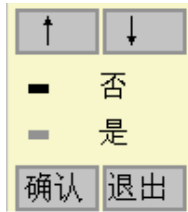

图 4.11 通道选择
12. 通道: 超声仪一般包含两个通道, 通道 1、通道 2, 用户可以在此选择是用通道 1、通道 2 进行测试, 按下**确认**键弹出如图 4.11 所示的选择界面, 测试方式的选择基本相同。单通道超声波检测仪不能进行选择, 只能是通道 1。